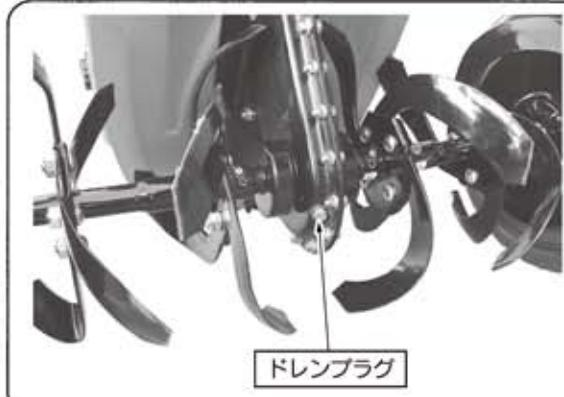

図30
- ①排油口のドレンプラグを外して、汚れたオイルを流し出してください。(図30)